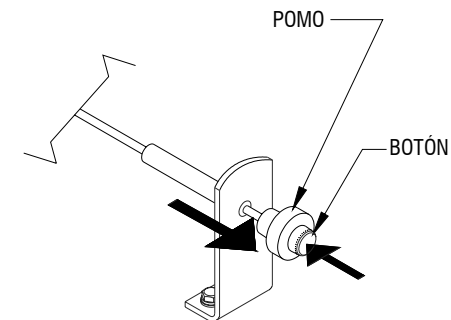

FIGURA 2-15: PARA EXTRAER LA PLATAFORMA DE LA CAJA
- 3) Consulte la **Figura 2-15**. Suelte la plataforma de la caja pulsando el botón del pomo de liberación y, a continuación, tire de la palanca unos centímetros aproximadamente. Suelte el botón mientras tira del pomo hacia fuera.